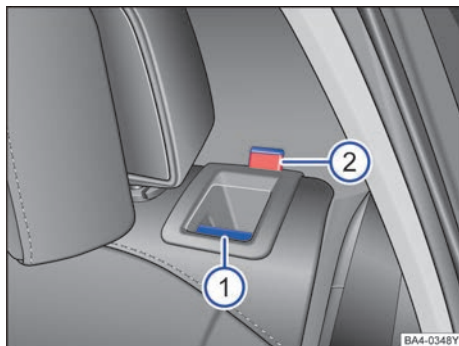

图 58 后排座椅靠背：分离按钮 ①；红色标记 ②
- 向前拉分离按钮 ⇒ 图 58①，同时前折靠背。
- 松开后排座椅靠背后应能看见按钮上的红色标记 ②。